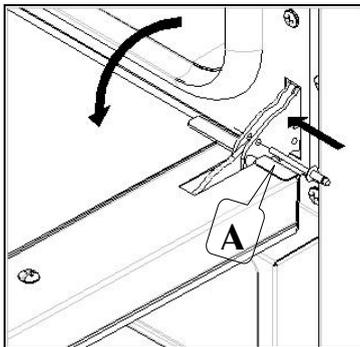

Fig. 5
- die Ringe mitgelieferten Bolzen in die Löcher (A) stecken die sich auf den zwei Scharnieren befinden (Abb. 5);